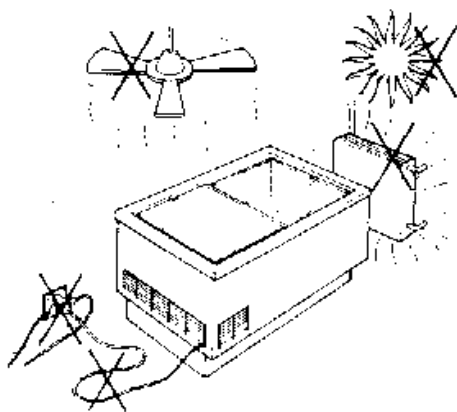

Рисунок 5
- Если в прилавке предусмотрена установка корзин (по желанию заказчика), привинтить поддержки «Е» (рисунок 5), поместить на них перекладины «F» и затем корзины «G».